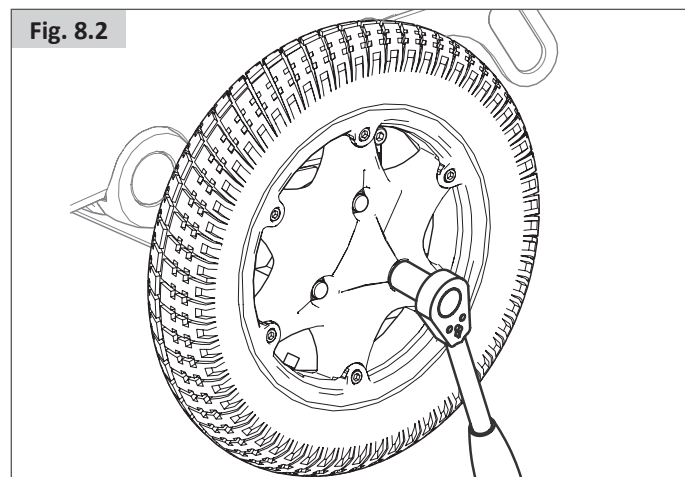

Fig. 8.2
- Gebruik een 16 mm dop om de slotbouten los te maken (Fig. 8.2).